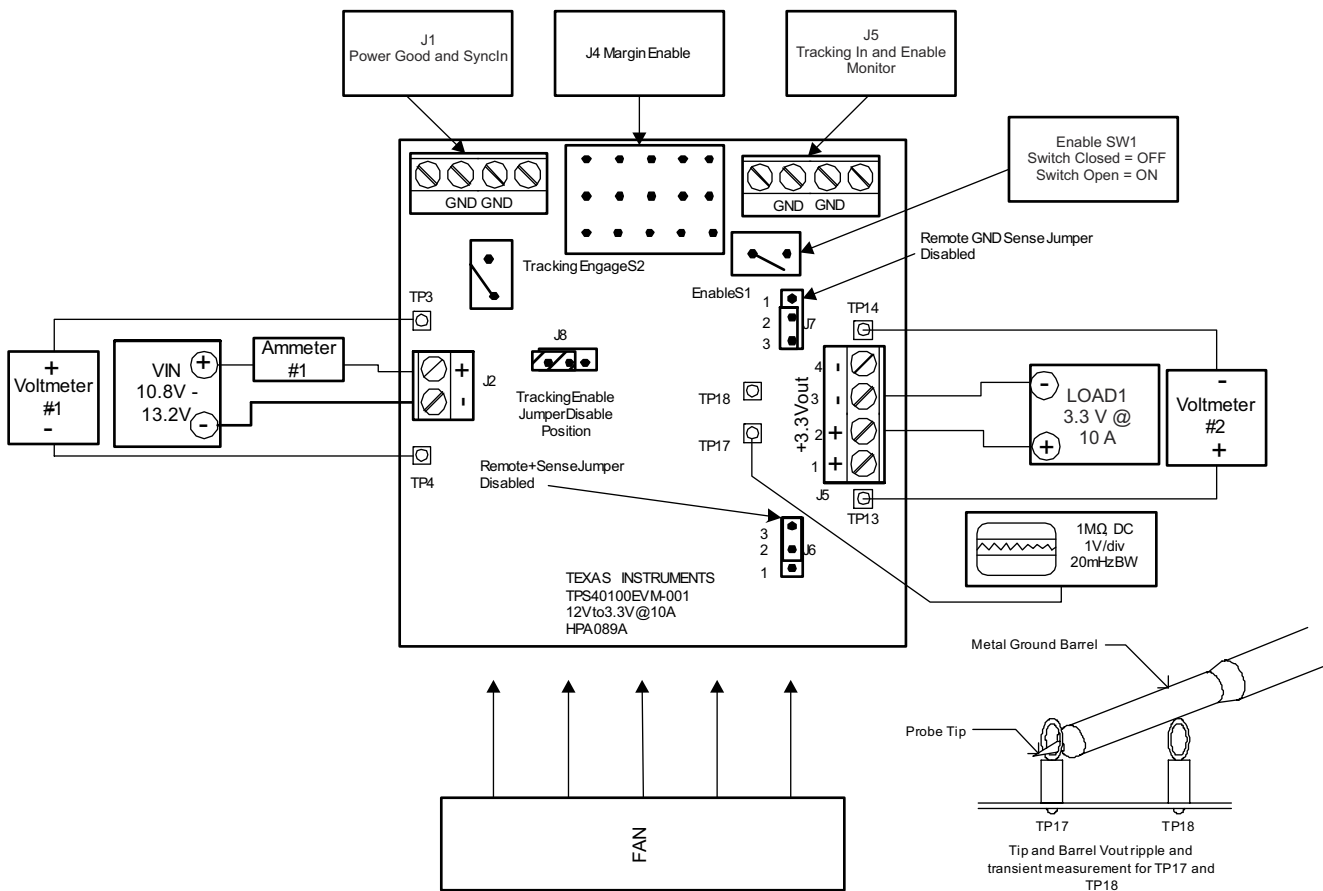

图 5-2. TPS40100EVM-001 建议测试设置
8. 如图 5-2 所示放置风扇并将其打开，确保空气流经 EVM。